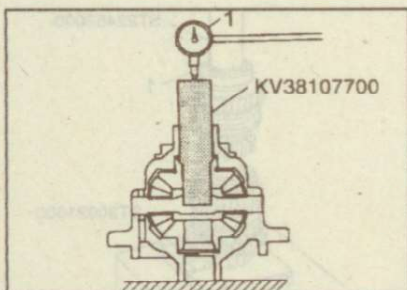

Рис. 9.123. Использование индикатора стрелочного типа (1) для измерения люфта между полуосевой шестерней и коробкой дифференциала
2. Установите коробку дифференциала вертикально так, чтобы полуосевая шестерня в которой измеряется люфт, находилась сверху (рис. 9.123).